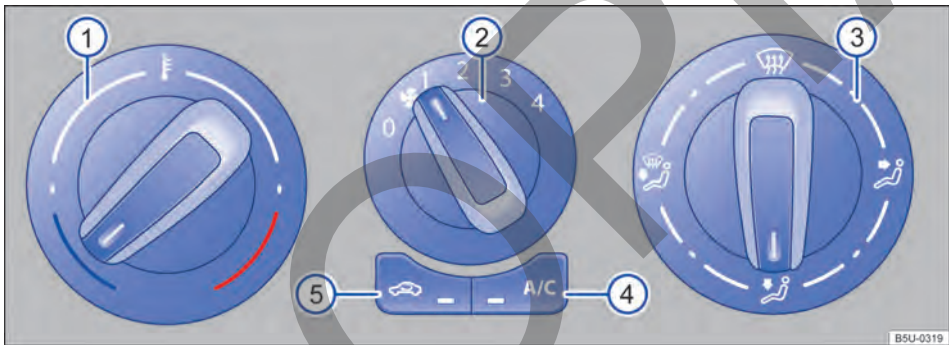

Fig. 78 Comandos del aire acondicionado.
- *Aire acondicionado*: girar el regulador del ventilador al nivel 0 → fig. 78 ②.
- *Aire acondicionado*: girar el regulador giratorio izquierdo → fig. 78 ① para regular la respectiva temperatura.
- *Aire acondicionado*: girar el regulador del ventilador → fig. 78 ②.
En modo de recirculación de aire, el aire externo se ve impedido de llegar al interior del vehículo → fig. 78.
- *Aire acondicionado*: girar el regulador de la derecha → fig. 78  a la posición deseada.
- Girar el botón de distribución de aire → **fig. 78** **3** a la posición ; en esta posición el modo de recirculación de aire se apaga automáticamente.